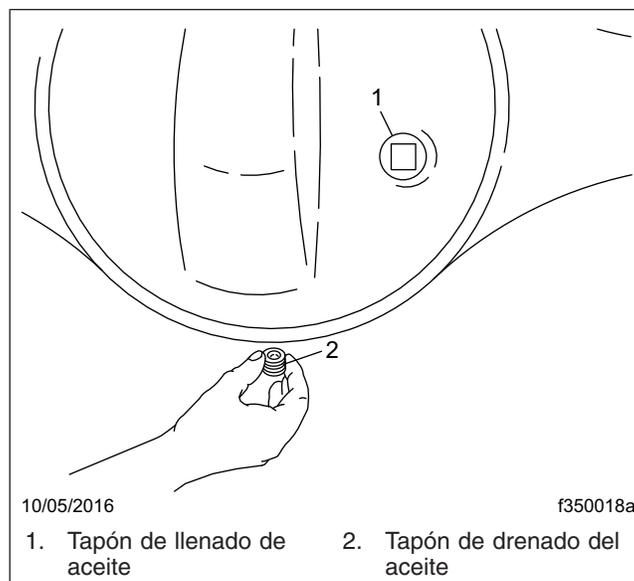

Figura 4, Tapones de drenaje y llenado de la funda del eje
2. Limpie el tapón de llenado y su área circundante. En la cubierta trasera de la funda del eje, retire el tapón del orificio de llenado de aceite (o del tubo vertical, si está instalado en el orificio de llenado de aceite). Vea la Figura 4.
3. Coloque una cubeta de drenaje debajo del tapón de drenaje del eje trasero. Vea la Figura 4. Drene el aceite a la temperatura normal de funcionamiento, 150 a 200 °F (65 a 93 °C). A esta temperatura, el aceite goteará más fácilmente y asegurará el enjuague del eje.